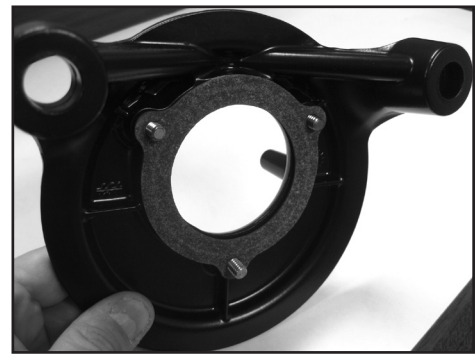

Figura 3
3. Coloque las juntas que se suministran en los tornillos como se muestra en la figura 3.